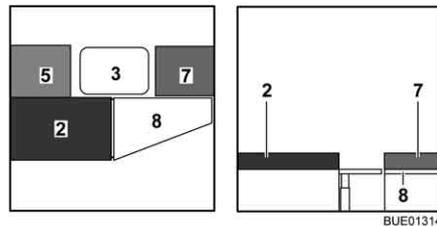

Fig. 134 Durante la transformación
- Enganchar el ensanchamiento de cama (Fig. 134,8) en los alojamientos en los baúles-banco.